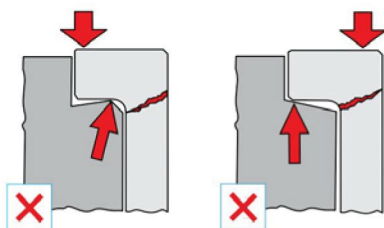

Рис. 1
- 1.) **Перед установкой ЦПК осмотреть блок двигателя на геометрическую точность** (плоскостность и ортогональность). Нормативные зазоры блок-гильза: 0,043...0,146 мм. «Перегретые» блоки двигателя и блоки с пробегом более **400 000 км, часто имеют деформированное посадочное место** (Рис. 1).